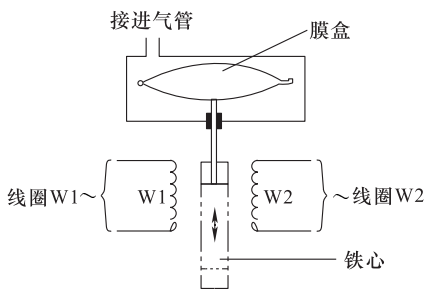

图 3-21 真空膜盒可变电感式进气压力传感器的结构
2) 工作原理。真空膜盒可变电感式进气压力传感器的结构如图 3-21 所示。它利用操纵杆的外伸或回缩移动，带动与其相连的铁心移动，从而使两互感线圈 W1 和 W2 之间的互感系数发生变化，进而改变输出电压的大小。其中互感线圈的互感系数与两线圈的耦合情况相关，耦合越紧，输出电压越大。因此，进气压力增大时，膜片回缩，铁心向两线圈中间运动时，耦合变紧，输出电压增大；反之，则膜片膨胀，输出电压减小。